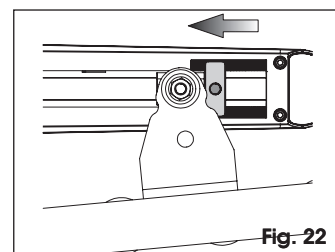

Fig. 22
4. Déplacer l'arrêt mécanique à proximité de la patte d'attache antérieure d'après la figure 22.